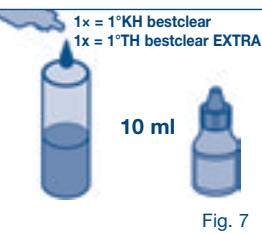

Fig. 7
1. Pode determinar a dureza da água consultando o fornecedor de água ou através de um teste rápido (teste de gotas, fig. 7). Com base na dureza da água e no intuito de utilização, pode seleccionar o ajuste do bypass e consultar a capacidade normal do filtro nas tabelas 1 no capítulo 10.